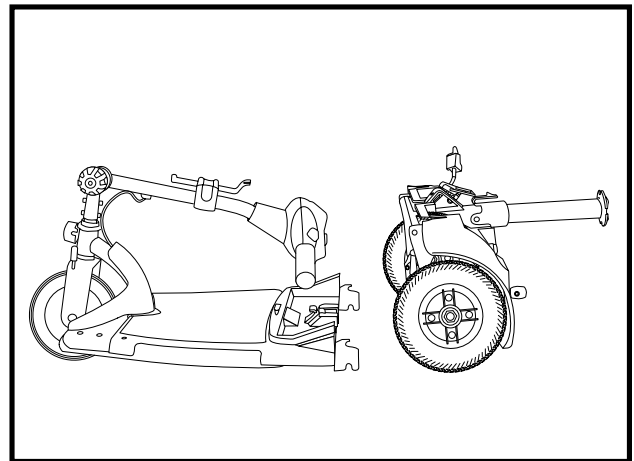

Abb. 18. Rahmenhälfte
5. Vorderteil langsam und senkrecht von dem Heckteil entfernen. Siehe Abb. 18.
1. Vorder- und Heckteil Ihres Elektromobils wie in Abb. 18 hinstellen.